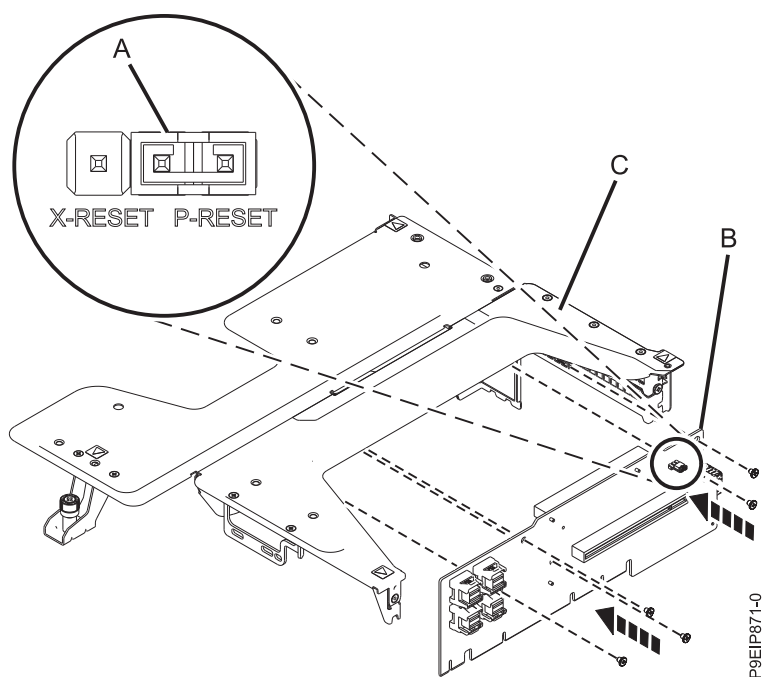

Figure 53. Remplacement de la carte de la position 1
- a. Si la carte mezzanine installée dans la position 1 a besoin d'être remplacée, remplacez-la dans le support du connecteur de bus. Assurez-vous que le cavalier (A) est fixé aux broches 1 et 2 (P-RESET), comme illustré dans la figure 53, à la page 50. Remettez en place les cinq vis qui